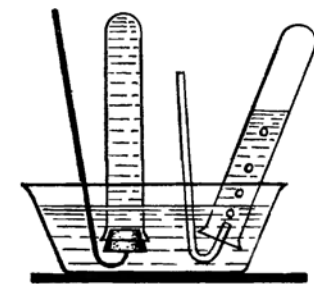

Рис. 4. Сухой способ наполнения пробирок газом
Этот же опыт можно провести в пробирках. В одну пробирку налейте раствор хлорида кобальта (II). Во вторую — к раствору хлорида кобальта прилейте раствор аммиака до образования раствора грязно-желтого цвета. В обе пробирки долейте воду до краев и закройте их пробками. Целесообразно использовать пробки на железном прутке (рис. 4). Далее пробирки переверните и поместите их в кристаллизатор с водой (в химический стакан). Пробки откройте под водой и наполните пробирки до $1/2$ объема кислородом, после чего вновь пробирки закройте пробками и сильно встряхните. В пробирке, в которую добавили раствор аммиака, образуется коричневый раствор комплексного соединения кобальта (III).